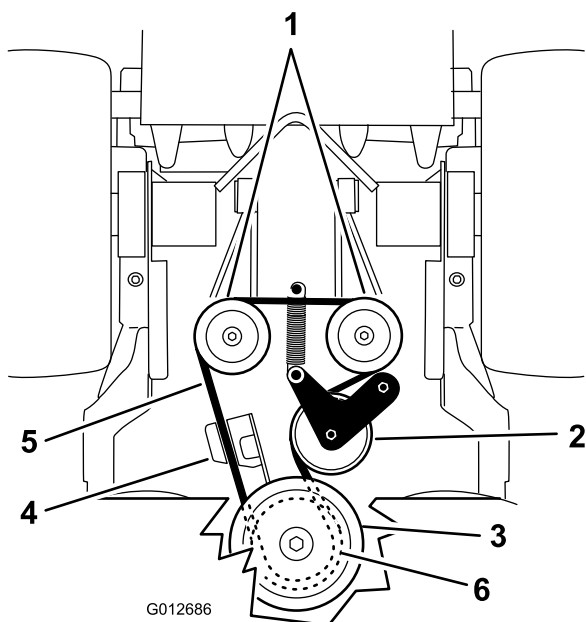

Figura 65
5. Desconecte el muelle de la plataforma del motor (Figura 65).
6. Retire la correa de transmisión de la bomba (Figura 65).
8. Conecte el muelle a la plataforma del motor (Figura 65).